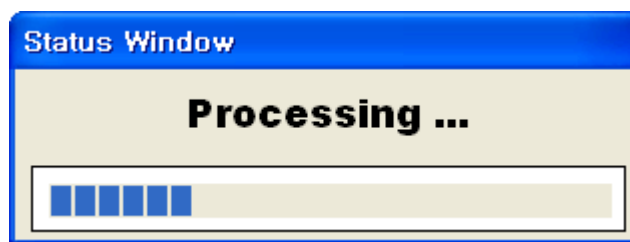

图 14. 固件升级窗口
④ 当升级完成时，一个“Complete Uploading”消息框将会如下图14所示显示。